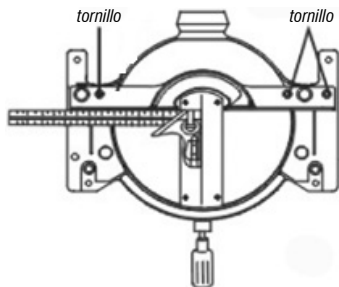

Fig. 11 – Regulación de la escuadra
- d. Con el auxilio de una escuadra de 90° , verifique si la lámina está en escuadra (fig. 11);
- e. Si la máquina no estuviera en la escuadra, suelte los tornillos de la escuadra (fig. 11) y desplace hasta obtener 90° entre la escuadra y la lámina.